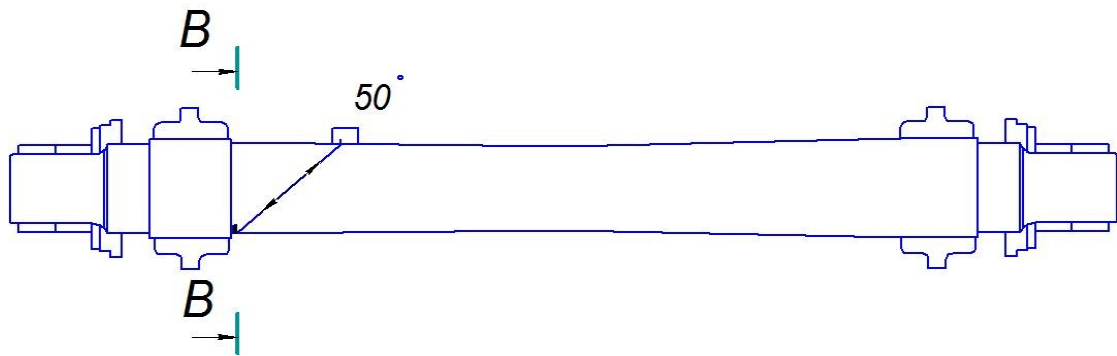

Рис. 7.7.2. Схема установки преобразователя П121-2,5-50°-К14-ЖД на НО 1.11.002 – О при проверке чувствительности по варианту AR3.1.
- установить ПЭП на НО 1.11.002-О в соответствии со схемой на Рис.7.7.2;
- установить ПЭП на НО 1.11.002–О и найти максимум эхосигнала от запыла в сечении В-В, Рис.7.7.2;